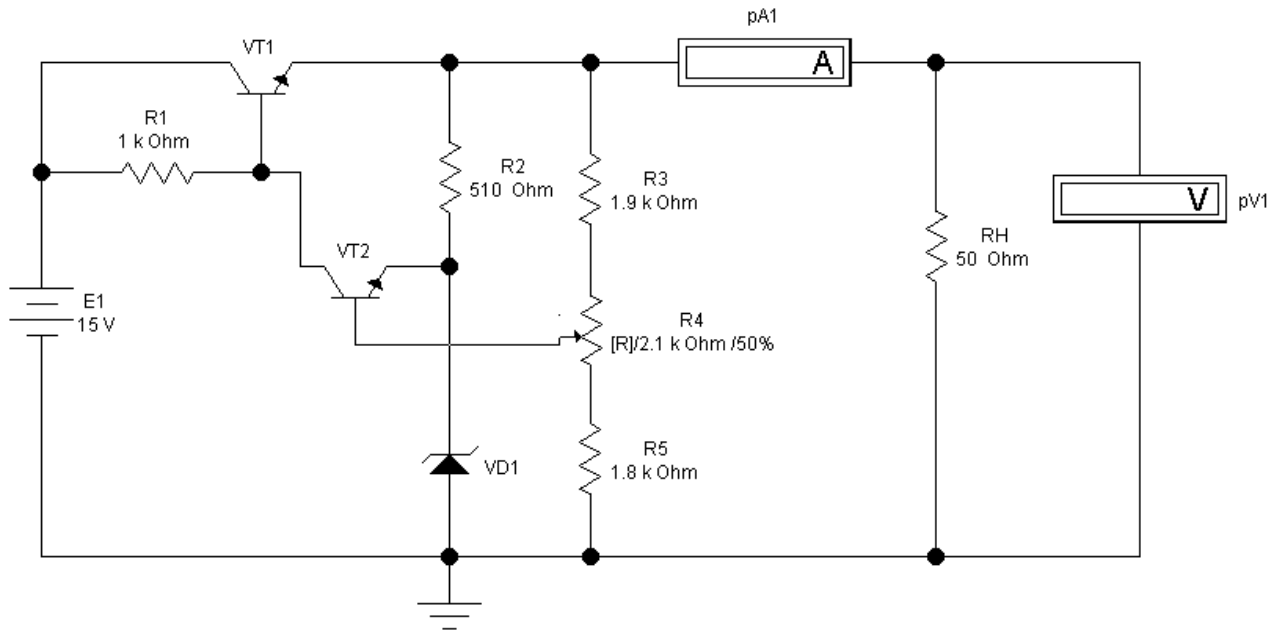

Рисунок 11.1 - Схему дослідження компенсаційного стабілізатора напруги
2. Набрати схему компенсаційного стабілізатора напруги (рисунок 11.1).